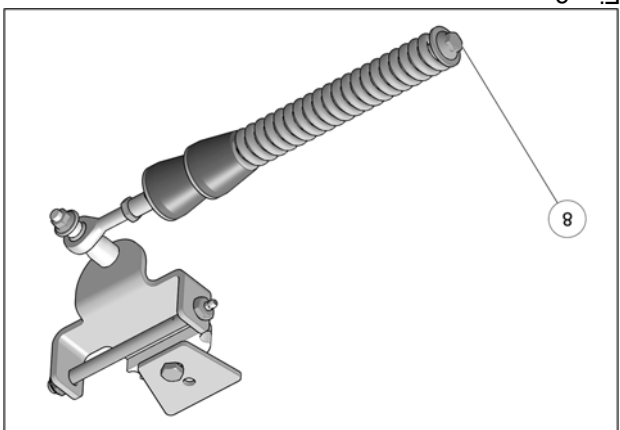

Fig. 9
- Vérifier que le boulon du ressort (8) est serré au couple recommandé : 75 N•m [55 lb•pi]. Fig. 9